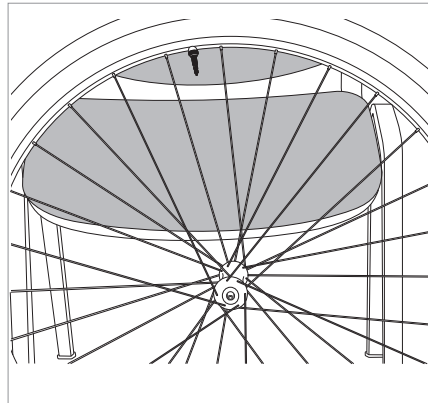

Fig.17
- Appoggiate la ruota tenendola in posizione verticale con la valvola nel punto più alto (Fig.17).